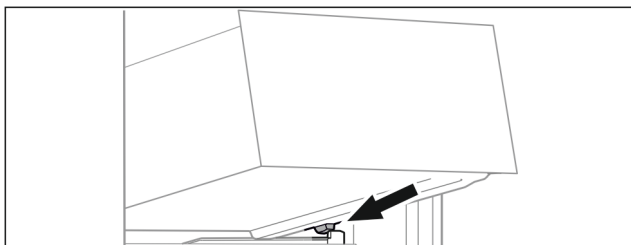

Fig. 121
- ▶ Поставете чекмеджето под ъгъл зад ограничителите върху реброто на съда. (виж Fig. 121)